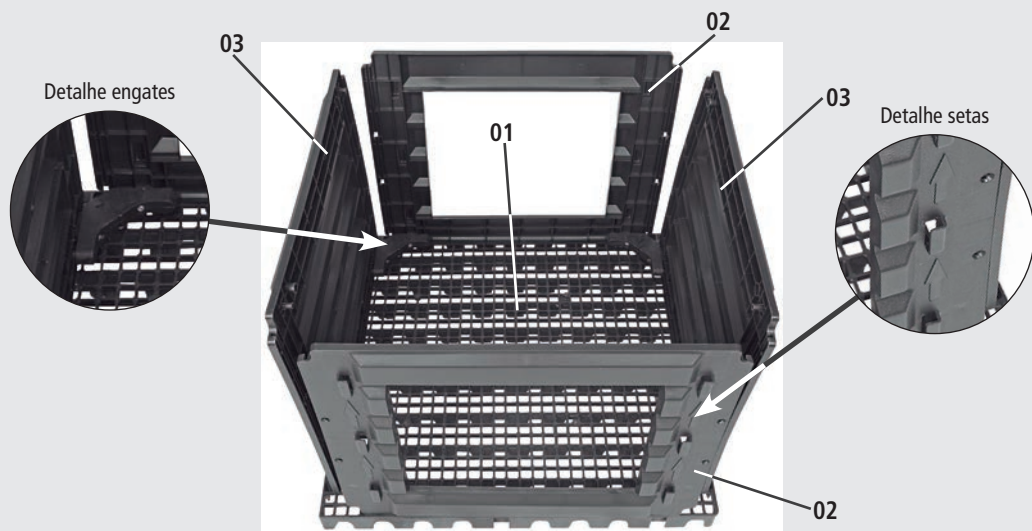

Fig. 01
1 - Inicie a montagem apoiando sobre o estrado (1), as duas laterais abertas (2), e as duas laterais fechadas (3), [Fig. 01]. Note que as peças possuem setas para indicar a posição que as mesmas devem ficar posicionadas. Em cada lateral há engates que devem ser fixados para mantê-las presas.